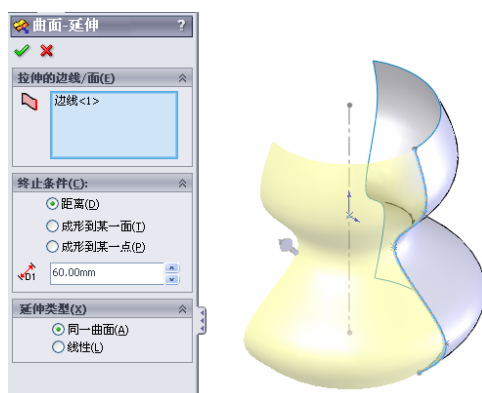

图 7-102 “延伸曲面”属性管理器
① 单击曲面工具栏上的延伸曲面按钮，或选择“插入”→“曲面”→“延伸曲面”命令。
② 在“延伸曲面”属性管理器中单击“拉伸的边线/面”栏中的第一个显示框，然后在右面的图形区域中选择曲面边线或曲面。此时被选项目出现在该显示框中，如图 7-102 所示。